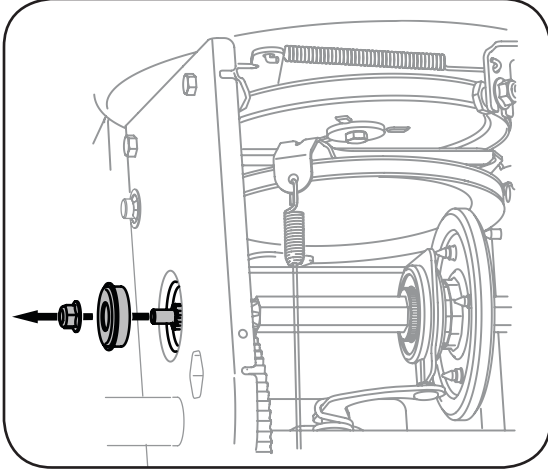

Figure 6-11
4. Retirez doucement l'écrou à six pans et la rondelle qui maintiennent l'arbre hexagonal sur le châssis de la souffreuse et frappez doucement sur l'extrémité de l'arbre pour dégager le roulement à billes du côté droit du châssis. Voir la Figure 6-11.